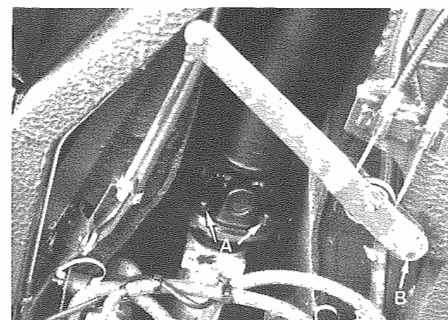
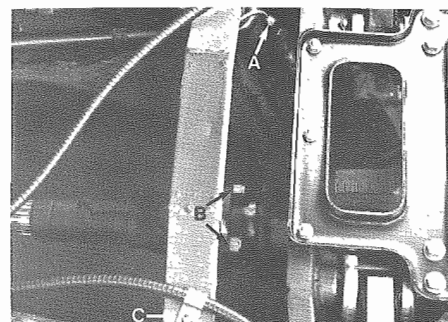

Fig. 1 - A - Viti fissaggio albero al cambio
Fig. 2 - A - Raccordo tubo flessibile
- Staccare i cavi freno a mano dal telaio, estrarre la copiglia e smontare perno e carrucola (**Fig. 1**); smontare le tre fascette di sostegno cavi (**Fig. 2**).
- Smontare l'albero di trasmissione: allentare ed estrarre le viti di fissaggio giunto anteriore al cambio e posteriore al differenziale e i bulloni fissaggio supporto centrale (**Fig. 2**).
- Staccare il tubo flessibile olio freni (**Fig. 2**). Chiudere i raccordi con cappucci parapolvere.
- Disconnect hand brake cables from frame, take out clip and remove roller pin (**Fig. 1**); remove the three cables holding clamps (**Fig. 2**).
- Disassemble propeller shaft; loosen and take out screws fixing front joint to transmission and rear joint to differential and the bolts fixing central support (**Fig. 2**).
- Disconnect oil brake flexible line (**Fig. 2**). Close connectors with dustcaps.